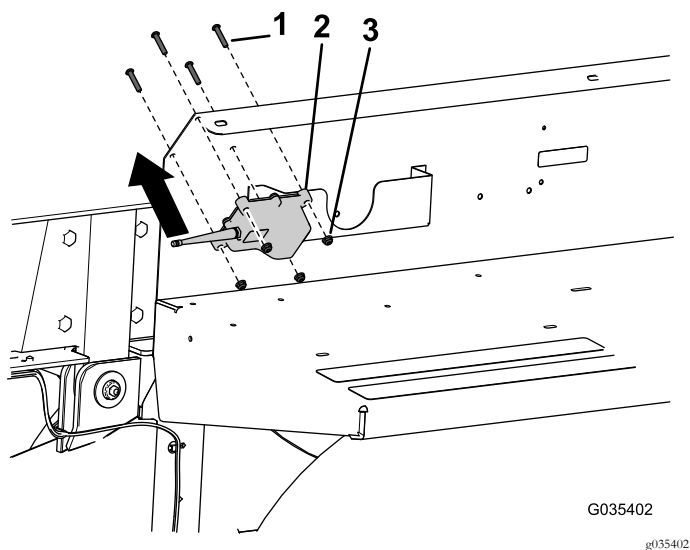

**Figura 4**
1. Praticate 13 fori nella protezione del paraurti; fate riferimento a Figura 4 per le posizioni corrette e il diametro dei fori.
**Nota:** Non praticate il foro n. 11 nella Figura 4 di dimensioni eccessive, dal momento che altrimenti il cablaggio preassemblato non potrà essere supportato con i fermi in dotazione.